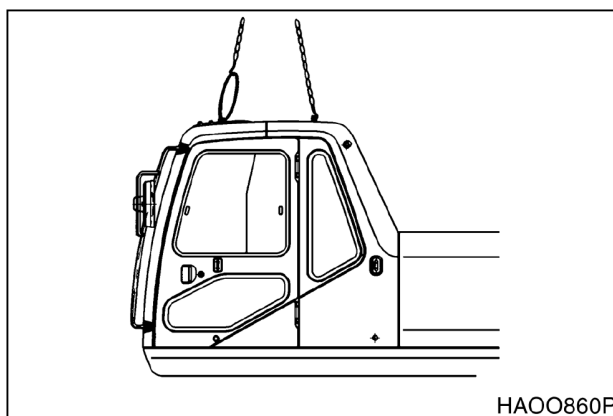

Рис. 7
27. Просунуть стропы подъемного устройства в четыре подъемных отверстия на крыше кабины (рис. 7).
1. Просунуть стропы подъемного устройства в четыре подъемных отверстия на крыше кабины (рис. 7).